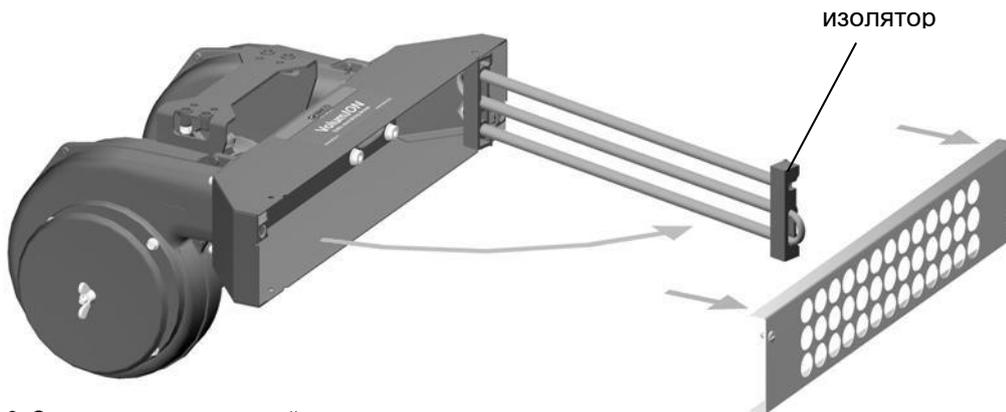

Рис.8: Открытие антистатической планки
- аккуратно выкрутите антистатические планки из подводов воздуха, потянув изолятор как показано на рис. 8. При этом конец высоковольтного кабеля должен оставаться в подводе воздуха
- аккуратно выкрутите антистатические планки из подводов воздуха, потянув изолятор как показано на рис. 8.